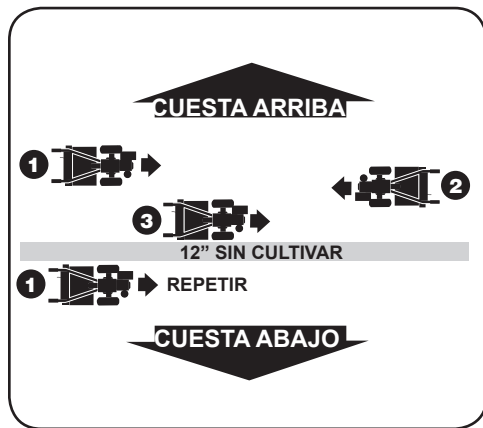

Figura 4-9
- Para crear una terraza, comience en la cima de la pendiente y trabaje hacia abajo. Recorra la primera hilera hacia atrás y hacia adelante como se indica en la Figura 4-9.